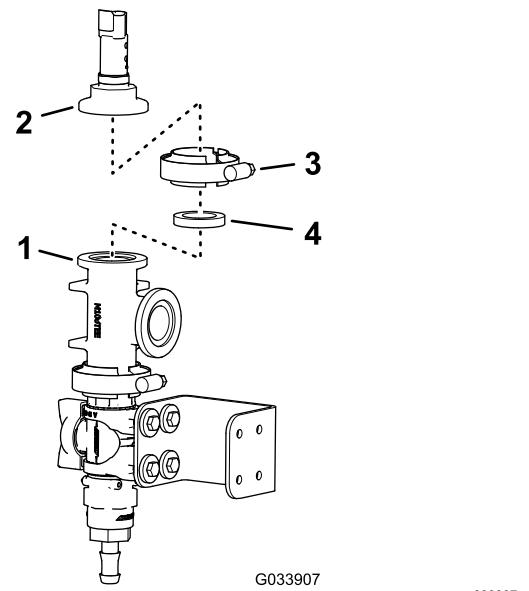

Figure 14
6. Alignez la bride du transducteur de pression et la bride du raccord en T, comme montré à la Figure 14.
7. Montez le transducteur de pression sur le raccord en T à l'aide du collier à bride et serrez le collier à la main (Figure 14).